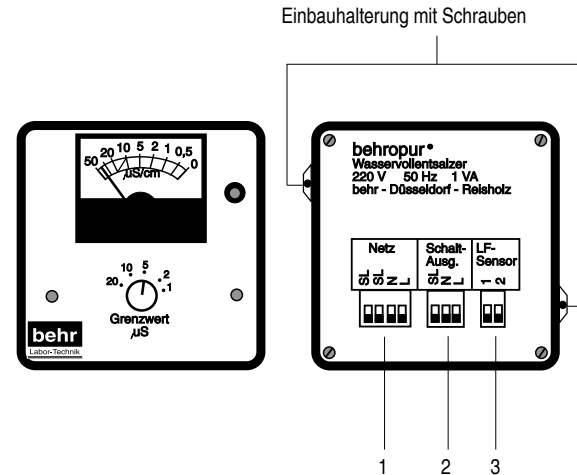

Bild 5: Einbauversion Leitwertmeßgerät mit Grenzwertabschaltung
4. Mitgelieferte Halterung (Bild 5) aufschieben und Leitwertmeßgerät festschrauben.
5. Drähte an der Rückseite des Leitwertmeßgerätes anklennen (Bild 5).